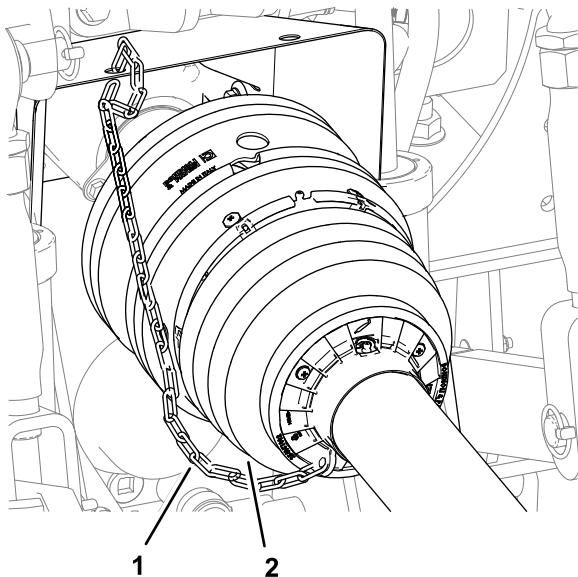

Figure 32
- Attachez la chaîne de retenue à une partie fixe du véhicule tracteur (Figure 32).